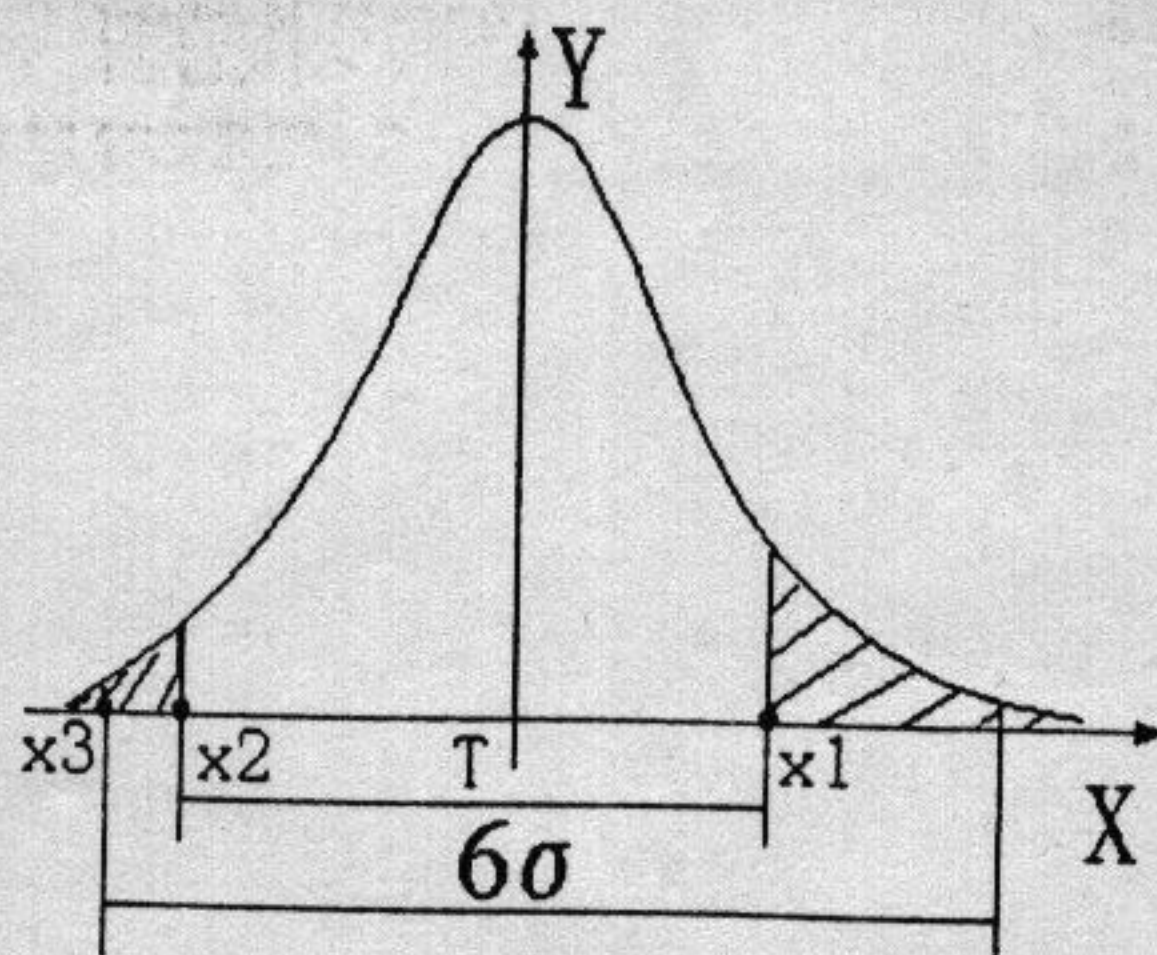

图 5
(2) 车削加工一批小轴外圆, 直径公差为  $T=0.16\text{mm}$ , 经检验尺寸偏小而超差的不合格品率为 2.28%, 尺寸偏大而可修复的不合格品率为 8.85%, 加工后轴颈尺寸呈正态分布, 分布曲线示意图如图 5, 正态分布函数  $F(Z)$  的值见附表, 试求: